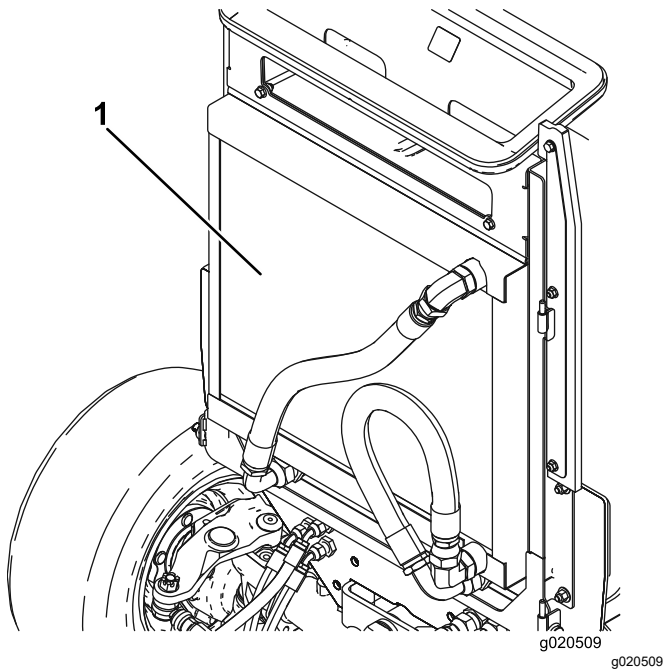

Figure 71
2. Nettoyez soigneusement les deux côtés du radiateur/refroidisseur d'huile (Figure 71) à l'air comprimé. Commencez par l'avant et soufflez les débris vers l'arrière. Nettoyez ensuite en soufflant de l'arrière vers l'avant. Répétez cette procédure plusieurs fois jusqu'à ce qu'il ne reste plus aucun débris.